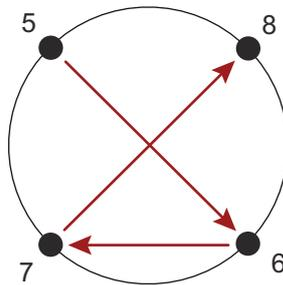

Abbildung 2
5. Das Heftschiweißen der Anschweißplatten an den Positionen 5 bis 8 nach Möglichkeit von der Innenseite des Tanks aus fortsetzen (siehe Abbildung 2).